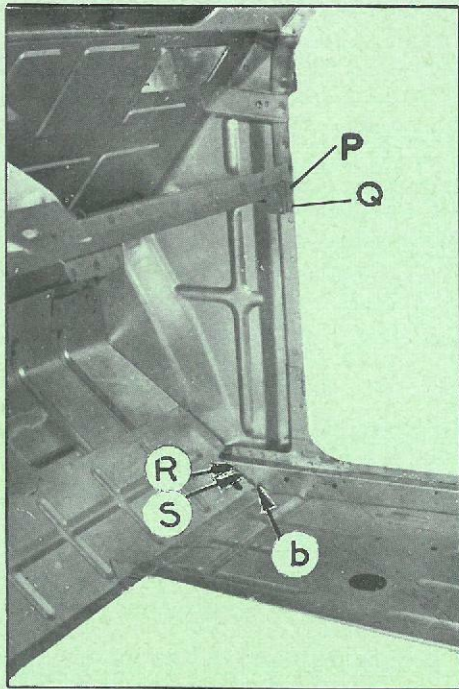

Fig. 4
- Rb et symétriquement (fig. 4)